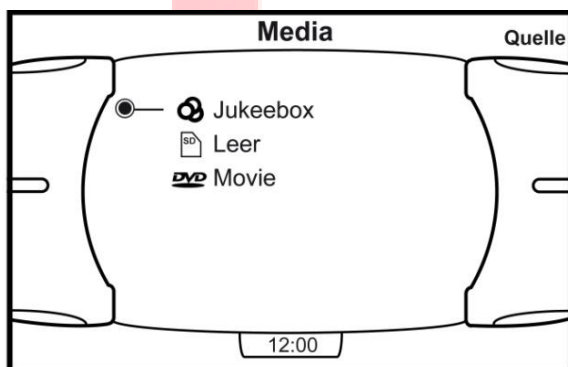

Abb. 7
10. Das System führt automatisch einen **Neustart** durch (Abb. 7 erscheint im Display).